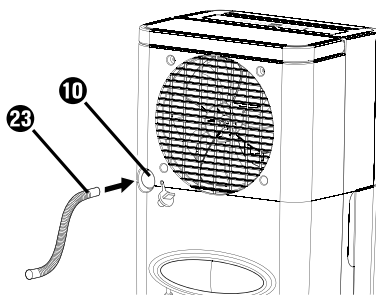

Fig. 4
- ◆ Retirez le bouchon ⑨ de l'orifice de sortie d'eau ⑩.
- ◆ Enfilez soit le flexible ⑳ fourni soit l'adaptateur pour tuyau d'arrosage UE ②④ sur l'orifice de sortie d'eau ⑩ (voir les figures 4 et 5).